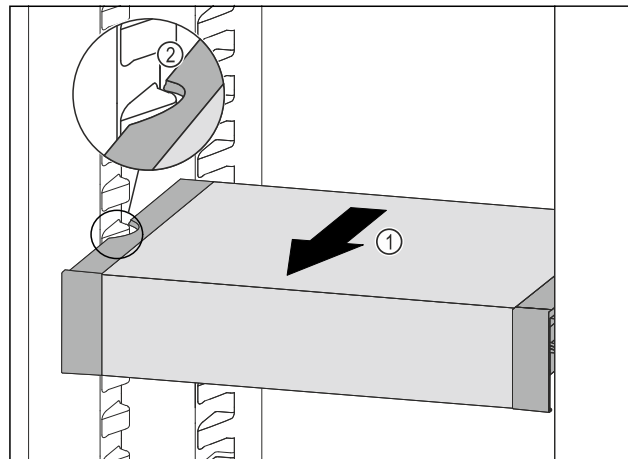

Fig. 137
- Tõmmake VarioSafe'i ettepoole Fig. 137 (1), kuni VarioSafe'i külgmised väljalõiked asuvad jahutusosas anuma-riibi kõrgusel. Fig. 137 (2)